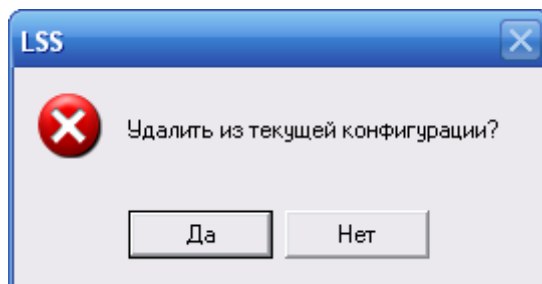

Рис. 9-13
3. В появившемся окне для подтверждения исключения элемента из конфигурации нажмите на кнопку **Да** (рис. 9-13).